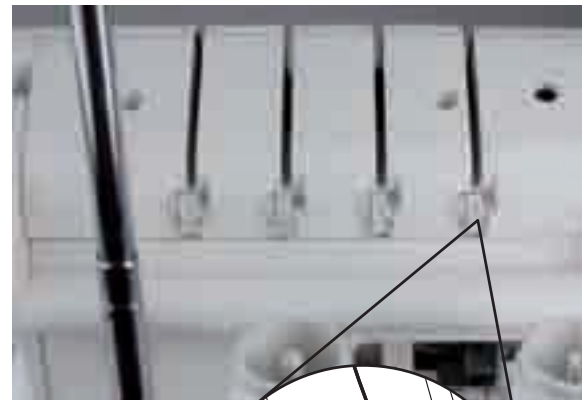

Fig. 30
1. Ghidați firul din spate spre față prin antena de ghidare a firelor **1** (1).
2. Înfilăți firul în ghidaj trăgând firul în jos până când alunecă sub ghidaj (2) (fig. 30).